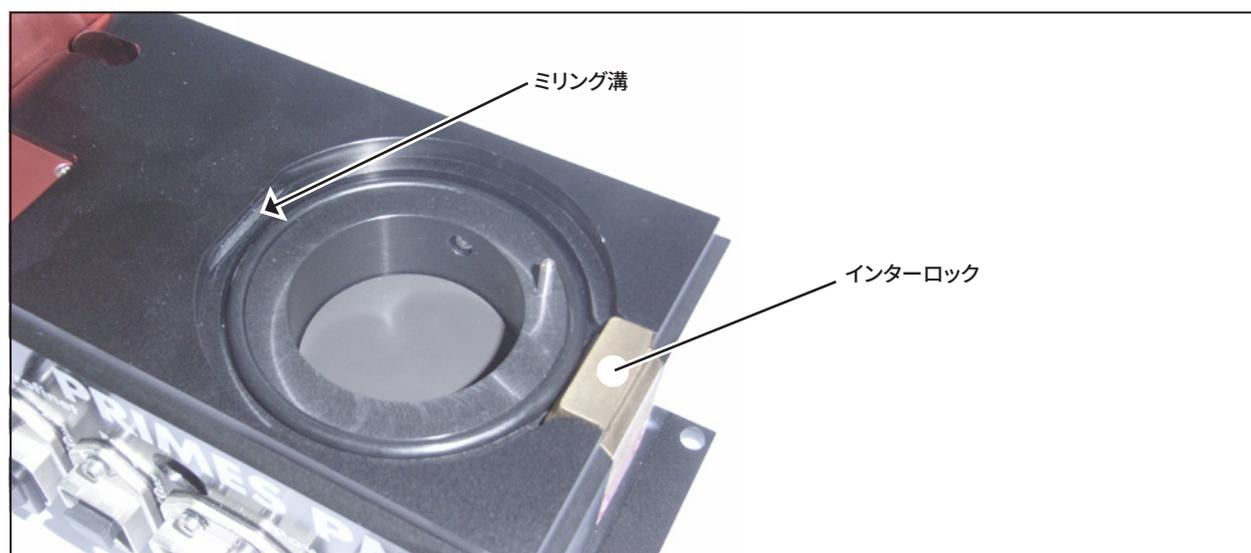

図 14.4: 交換可能なカセット
1. 新しい交換可能なカセットを (ガスケットが上を向くように) 溝にはめ込みます (図14.4参照)。